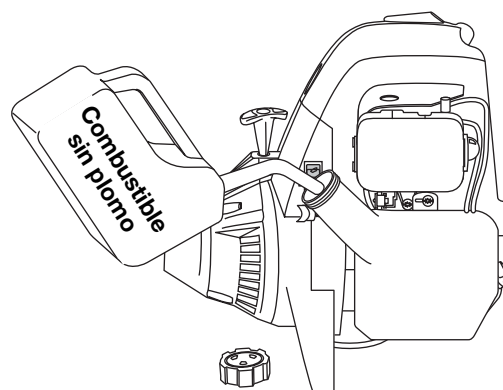

Figure 9
2. Coloque el pico del recipiente de gasolina en el orificio de llenado del tanque de gasolina (Fig. 9) y llene el tanque.